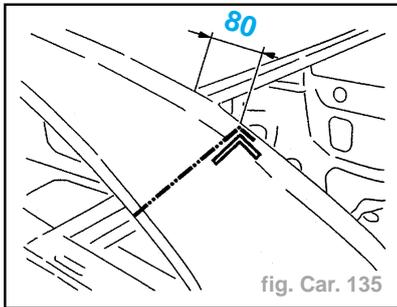

fig. Car. 135
- Tracer puis découper à l'aide d'une meule épaisseur **1 mm** (coupe provisoire) (fig. Car. 135).